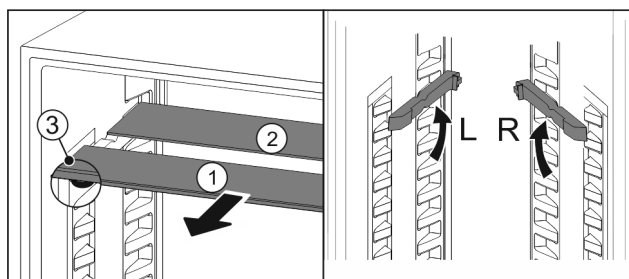

Fig. 85
- Vytiahnite sklenené dosky jednotlivo dopredu Fig. 85 (1).
- ▷ Sklenená doska Fig. 85 (1) s ozdobnou lištou leží vpredu.
- ▷ Zarážky Fig. 85 (3) ukazujú nadol.